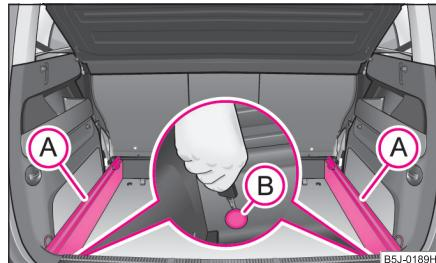

Abb. 6 Gepäckraum: Sicherungspunkte lösen
- Lösen Sie den Sicherungspunkt (B) an den Tragschienen mit dem Fahrzeugschlüssel bzw. mit einem flachen Schraubendreher \Rightarrow Abb. 6.